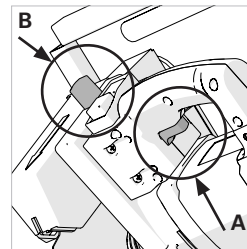

Fig. 11a + 11b
4. Der Betrieb mit dem Ein-/Aus-Triggerschalter der Gehrungssäge (Abb. 11a)